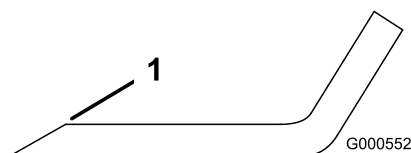
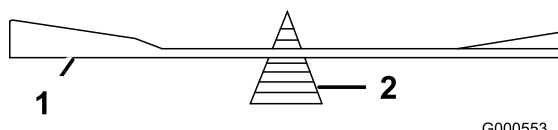

Figure 55
Figure 56
1. Au moyen d'une lime, aiguisez les tranchants aux deux extrémités de la lame (Figure 55). Veillez à conserver l'angle de coupe d'origine. Limez la même quantité de métal sur chacun des deux tranchants pour ne pas déséquilibrer la lame.
2. Vérifiez l'équilibre de la lame en la plaçant sur un équilibreur (Figure 56). Si la lame reste horizontale, elle est équilibrée et peut être utilisée. Si la lame est déséquilibrée, limez un peu l'extrémité de la partie relevée seulement (Figure 55). Répétez la procédure jusqu'à ce que la lame soit équilibrée.